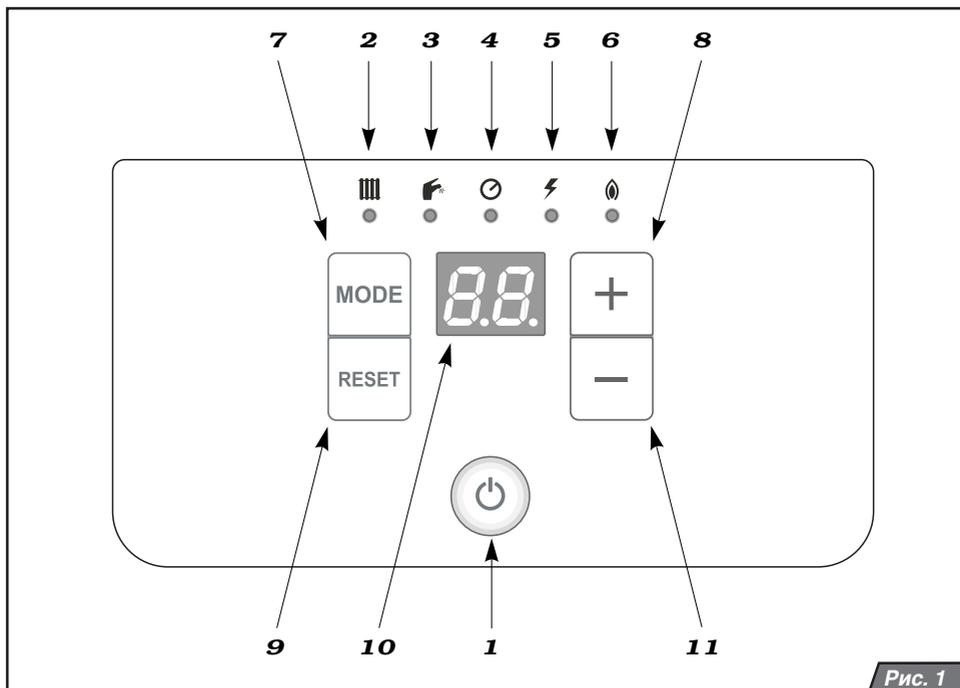

Рис. 1
Главный выключатель (рис.1, поз.1) предназначен для включения и выключения котла. Он расположен в нижней половине панели управления котлом.
Описание элементов управления (рис. 1):
3. давление ОВ находится в рекомендуемых пределах 1– 2 бара. Включите главный выключатель (рис. 1, поз. 1). Через короткое время на дисплее появится изображение температуры ОВ, и одновременно зажжется диод над символом  (рис. 1, поз. 2). После розжига горелки зажжется диод над символом  (рис. 1, поз. 6).
диод неисправности  (рис. 1, поз. 5), а на дисплее котла появится код неисправности. С помощью кнопки RESET (рис. 1, поз. 9) разблокируйте котел. Если через короткие промежутки времени защитное отключение повторяется или невозможно будет разблокировать котел, обратитесь в сервисную организацию.
Выключите котел главным выключателем (рис. 1, поз. 1). При длительной остановке котла закройте все заслонки (ОВ, ГХВ, газ) под котлом. Отключение котла должно быть произведено с учетом температуры ОВ в котле и температуры окружающей среды в данное время года. В случае опасности замерзания системы слейте воду из котла, отопительной системы и разводов ГВС.